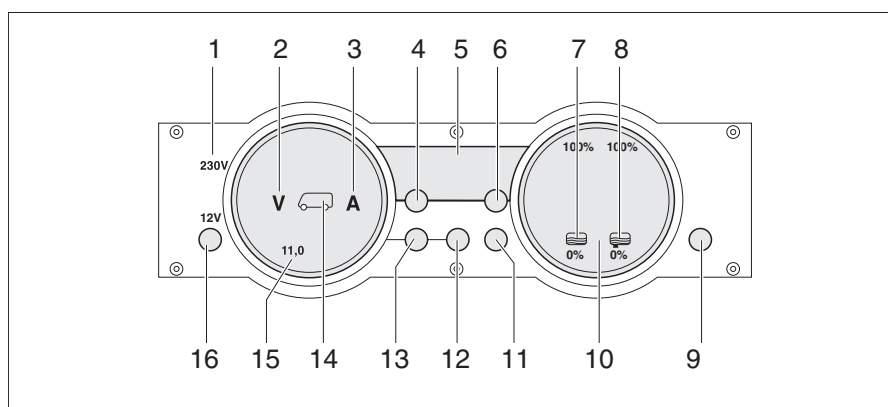

Fig. 271 Panel MP 20-S
La luz de control de 230 V (Fig. 271,1) se enciende cuando hay tensión de red en la entrada del bloque eléctrico.
El interruptor principal de 12 V (Fig. 271,16) conecta y desconecta el panel y la alimentación de 12 V del habitáculo.
- Pulsar la tecla "12 V" (Fig. 271,16) brevemente. La alimentación de 12 V del habitáculo está conectada. La visualización de control "12 V" está encendida.
- ▷ En caso de que después de la conexión parpadeen tanto el LED "11,0" de la visualización de voltios así como el símbolo Voltios "V" (Fig. 271,2) en el instrumento indicador Baterías (Fig. 271,15), será demasiado baja la tensión de la batería del habitáculo. Cargar la batería.
- ▷ En caso de que después de la conexión parpadeen tres veces la visualización de control "12 V", el símbolo Batería del habitáculo (Fig. 271,14) y el símbolo Voltios "V" (Fig. 271,2), estará activada la separación de batería. Desactivar la separación de batería.
- Pulsar la tecla "12 V" (Fig. 271,16) brevemente. La alimentación de 12 V del habitáculo está desconectada. La visualización de control "12 V" se apaga.
- Pulsar la tecla Batería del habitáculo (Fig. 271,12) y mantenerla pulsada aprox. 10 segundos. Los símbolos Voltios "V" (Fig. 271,2) y Amperios "A" (Fig. 271,3) parpadean tres veces. La batería del habitáculo está separada de la red de a bordo de 12 V.
- Pulsar la tecla "12 V" (Fig. 271,16) y mantenerla pulsada aprox. 5 segundos. El símbolo Voltios "V" (Fig. 271,2) parpadeará tres veces. La batería del habitáculo está conectada a la red de a bordo de 12 V. La visualización de control estará encendida durante aprox. 2 segundos.
- Pulsar la tecla de la batería del habitáculo " (Fig. 271,12). El símbolo Voltios "V" (Fig. 271,2) estará encendido. Según la carga o la descarga, el símbolo Amperios "A" estará encendido de color blanco o bien rojo. La tensión de la batería y la corriente de la batería del habitáculo son visualizadas a través de LEDs en el instrumento indicador.
- Pulsar la tecla de la batería del motor de arranque " (Fig. 271,13). El símbolo Voltios "V" (Fig. 271,2) estará encendido. La tensión de la batería del motor de arranque es visualizada a través de LEDs en el instrumento indicador.
- Pulsar la tecla de los depósitos "  " (Fig. 271,11). Los símbolos Depósito de agua "  " (Fig. 271,7) y Depósito de aguas residuales "  " (Fig. 271,8) estarán encendidos. Los niveles de llenado del depósito de agua (escala izquierda) y del depósito de aguas residuales (escala derecha) serán visualizados a través de LEDs en el instrumento indicador.
El símbolo Voltios "V" (Fig. 271,2) y el LED "11,0" parpadearán tan pronto la tensión de la batería caiga abajo de 11 V (medición durante el funcionamiento) y exista el riesgo de una descarga completa.
El símbolo Depósito de agua "☞" (Fig. 271,7) o el símbolo Depósito de aguas residuales "☞" (Fig. 271,8) parpadeará si el depósito de agua está vacío o el depósito de aguas residuales está lleno.
A través del visualizador digital (Fig. 271,5) es posible visualizar la temperatura interior y la temperatura exterior.
- Pulsar la tecla Temperatura interior "☞" (Fig. 271,4). Indica la temperatura interior.
- Pulsar la tecla Temperatura exterior "☞" (Fig. 271,6). Indica la temperatura exterior.